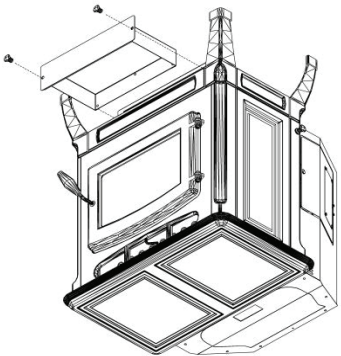

FIGURE 17
b. Chambres intérieures. Il y a trois portes pour les cendres dans la chambre de combustion dans le L'appareil de chauffage qui peuvent être retirées pour un nettoyage périodique (voir figure 17). Ces portes permettent l'accès à l'enceinte qui entoure la chambre de combustion.